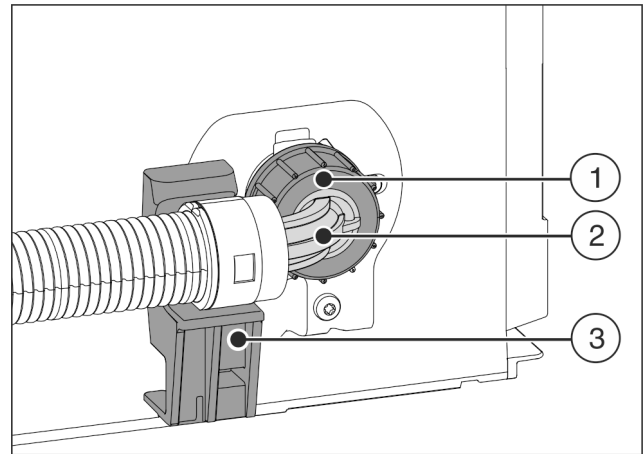

Fig. 23
- ▶ Posizionare l'estremità angolata del tubo Fig. 23 (2) in orizzontale sul supporto Fig. 23 (3) e fissare.
- ▶ Avvitare a mano il dado Fig. 23 (1) sul filetto finché non è perfettamente in sede.